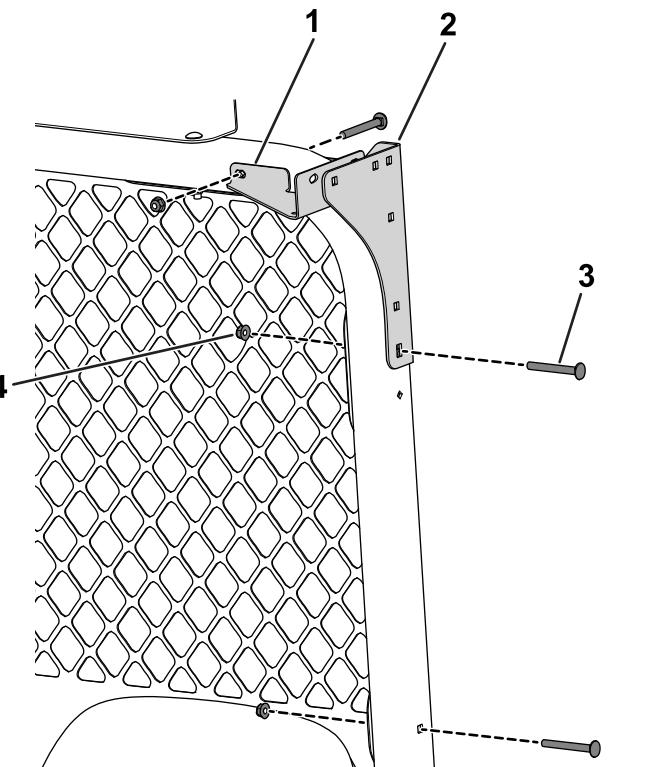

Bild 34
6. Befestigen Sie die hinteren Befestigungshalterungen und die hinteren Eckenverstärkungen mit vier Schlossschrauben (5/16" x 2 3/4") und vier Muttern (5/16") am Überrollbügel (**Bild 34**).
7. Befestigen Sie das hintere Gitter mit zwei Schlossschrauben (5/16" x 2¾") und zwei Bundmuttern (5/16") am Überrollbügel (Bild 34).